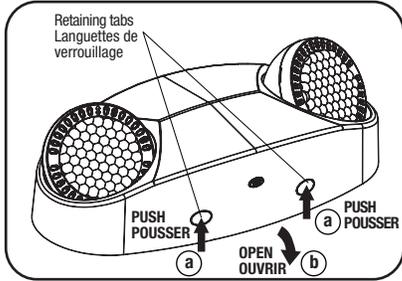

Fig. 1
2. Remove the back plate of the housing. Follow the step "a" and step "b" as shown in Fig. 1.
2. Enlever la plaque arrière du boîtier. Suivez les étapes "a" et "b" comme indiqué sur la Fig. 1.